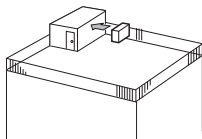

Fig. 2-3
- 1 Okrenite izlaz za zrak prema najbližem dostupnom zidu na oko 35 cm udaljenosti od zida. (Fig. 2-3)